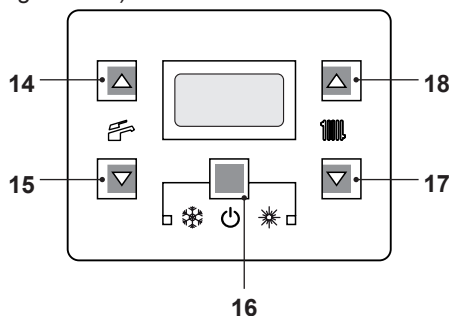
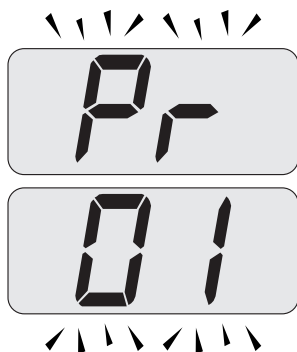

Figura 9.28
Figura 9.29
- Entrare in "modalità programmazione" premendo contemporaneamente per 10 secondi i tasti 16 - 17 - 18 (Figura 9.28)
fino a far apparire sul display LCD le lettere **Pr** che si alternano con il codice **01** indicanti l'entrata nel "parametro 01" (Figura 9.29).
- Premere contemporaneamente i tasti 16 e 18 (Figura 9.28) fino a far apparire sul display LCD il valore del parametro 01 (Figura 9.30) (85=**M260V.1616 SV**, 86=**M260V.2025 SV** o 89=**M260V.3035 SV**).
e 17 (Figura 9.28) si esce senza modificare il valore (ritorno alla lista parametri Figura 9.29)
- Premendo contemporaneamente per 10 secondi i tasti 16 - 17 - 18 (Figura 9.28) si esce dalla "modalità programmazione".